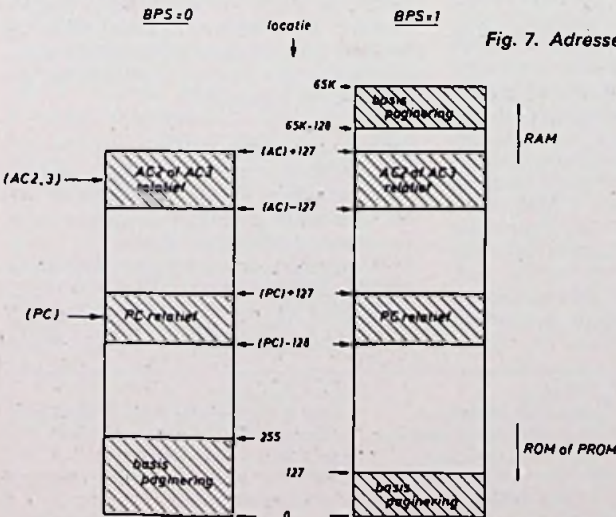

Fig. 7. Adresseermogelijkheden.
In het veld (Z) staat nu een getal met teken. De grootte is max. 128. Bit 8 is het teken. Dit getal wordt bij de inhoud van de PC opgeteld. De plaatsen, die men nu direct kan adresseren, zijn van -127...+128 plaatsen van het momentele adres verwijderd (fig. 7).
AC2 is in dit geval het index register. De inhoud van het veld (Z) wordt bij de inhoud van AC2 opgeteld. De plaatsen, die men direct kan adresseren, zijn van -127...+128 plaatsen van de inhoud van AC2 verwijderd (fig. 7).
Hiervoor geldt hetzelfde als voor het voorgaande geval. AC3 is nu echter het index register (fig. 7).
Via deze ingang kan men de base page realiseren volgens fig. 7. Door het aanleggen van een laag niveau omvat de basis paginering de eerste 256 locaties in het RAM. In het geval dat BPS = hoog wordt de base paginering gesplitst in 2 x 128 locaties en wel 128 locaties in het RAM en 128 in het ROM, fig. 7. Onder sturing van het programma kan men de basis paginering uitbreiden tot 384 woorden door een gebruikers-flag, bijv. pen 19, te verbinden met de BPS ingang, pen 28.